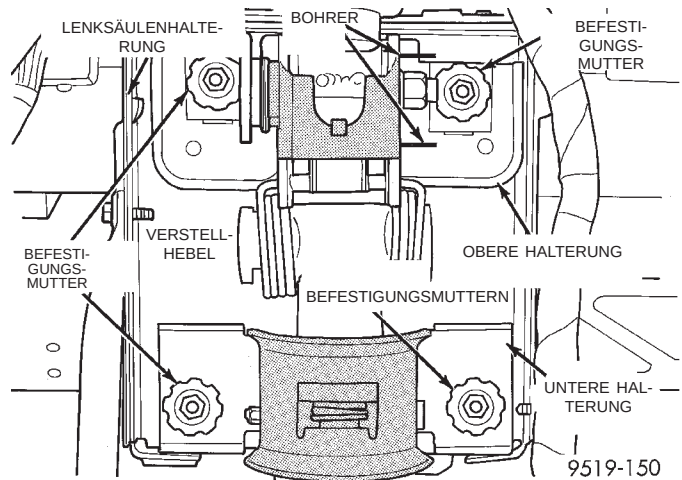
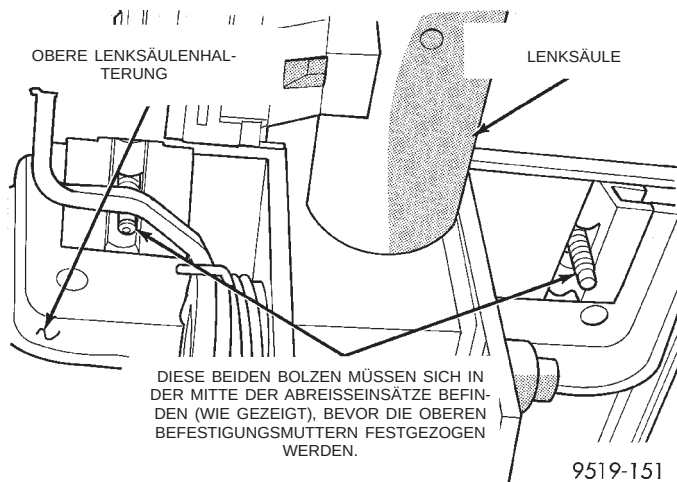

**Abb. 22 Muttern an der oberen und unteren Lenksäulenhalterung**
**Abb. 23 Gewindebolzen korrekt in den Abreißkapseln ausgerichtet**
(28) Die beiden Muttern an der oberen Halterung der Lenksäule lösen und ausbauen. Dann die beiden Muttern an der unteren Lenksäulenhalterung lösen (Abb. 22).
(1) Lenksäule in das Fahrzeug einbauen und an den Gewindebolzen der Halterung montieren. Die vier Befestigungsmuttern locker aufschrauben.
(2) Die beiden unteren Befestigungsmuttern anziehen, um die Lenksäule zu fixieren (Abb. 22). Die Abreißsätze müssen vollständig in den Schlitzen der oberen Lenksäulenhalterung sitzen, und die Gewindebolzen müssen sich in der Mitte (in Längsrichtung) der Abreißsätze befinden (Abb. 23). Die beiden Befestigungsmuttern gleichmäßig festziehen, bis die obere Lenksäulenhalterung eng am Haltebügel anliegt (Abb. 22). Dann die vier Befestigungsmuttern der Lenksäule mit einem Anzugsmoment von 12 N·m (105 in. lbs.) festziehen.